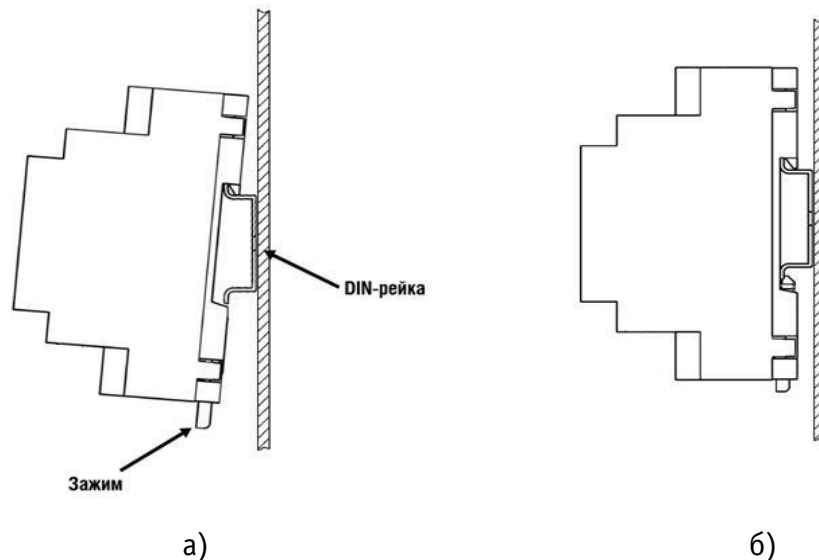

Рисунок 2 – Последовательность установки Устройства на DIN-рейку
- зацепить верхним креплением корпуса Устройства (расположено на тыльной поверхности корпуса Устройства) за верхнюю направляющую DIN-рейки (рис. 2а);
- после прижатия корпуса Устройства к DIN-рейке, отпустить зажим (рис. 2б);